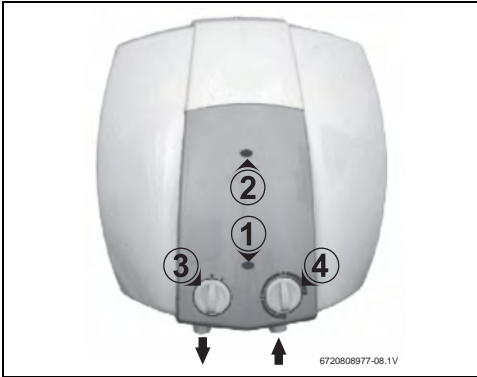

Рис. 10 Органы управления и индикации
- ▶ Установите регулятором наибольшую температуру, для этого поверните его до упора вправо (→ рис. 10, [4]).